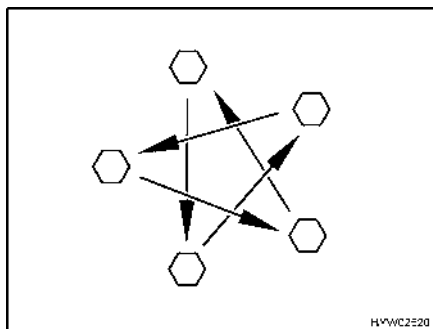

Fig. 177 Apretar las tuercas o los tornillos de las ruedas en forma de cruz
- Comprobar periódicamente que las tuercas o tornillos de las ruedas estén firmemente apretados. Reajustar en forma de cruz (Fig. 177) las tuercas o tornillos después de cambiar una rueda, al cabo de 50 km.
- ▷ Apretar en forma de cruz las tuercas o los tornillos de las ruedas (Fig. 177). Par de apriete, véase apartado 14.5.2.